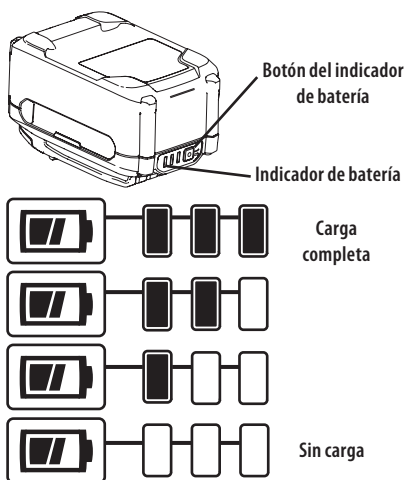

Figura 67
- Presione el botón del indicador de batería en la parte delantera del paquete de baterías para controlar el nivel de carga (Figura 67):